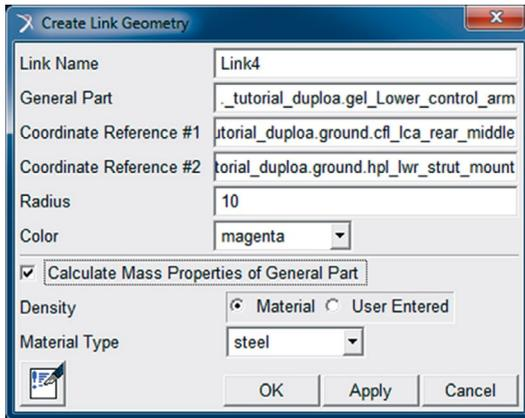

Figura 5.37 – Construção do *Link* de união entre os braços de suspensão da bandeja inferior – *Link 4*.
- Clique em *Apply* e preencha as especificações para o *Link* 4, como mostrado na Figura 5.37.